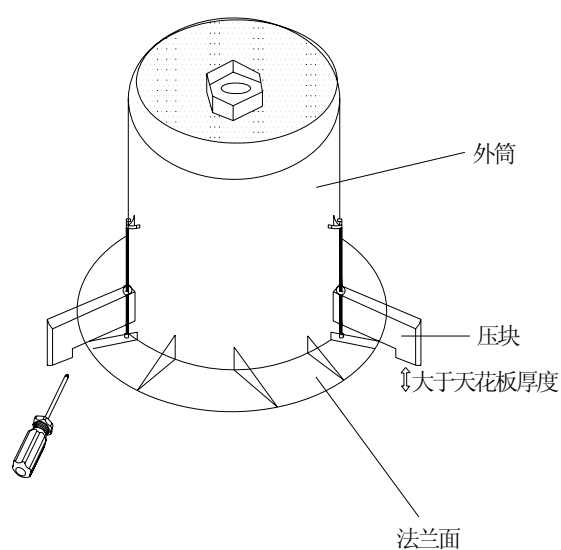

图 15
- 2.调整外筒上三个压块的高度,使压块下端面与外筒法兰面之间的距离稍大于天花板的厚度(如图 15 所示).